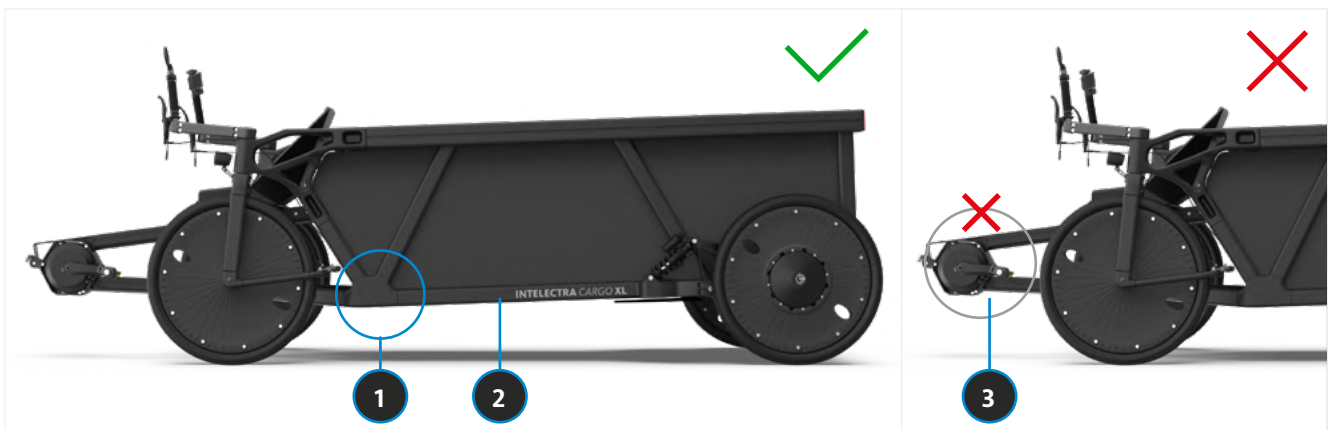

BILD 50 POSITIONIERUNG WAGENHEBER AM INTELECTRA – VORNE
- Das letzten Stück vom Mantel mit dem Reifenheber einhebeln (siehe Bild 50).
► INTELECTRA mit Wagenheber mit passendem Adapter (im Lieferumfang) aufbocken, sodass das Vorderrad frei in der Luft hängt (ca. 5-10 cm). Die empfohlenen Positionen zum Ansetzen des Wagenhebers am Rahmen sind in Bild 50 zu erkennen.